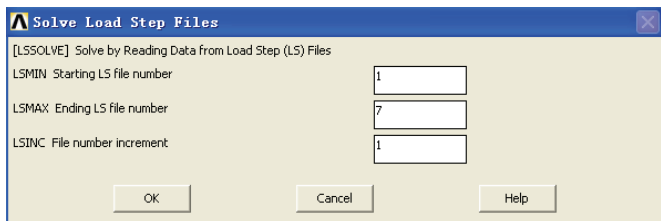

图 5-72 根据载荷步文件进行求解对话框
31) 选择 Main Menu | Solution | Solve | From LS Files 命令, 出现 Solve Load Step Files 对话框, 在 LSMIN Starting LS file number 输入栏中输入 1, 在 LSMAX Ending LS file number 输入栏中输入 7, 在 LSINC File number increment 输入栏中输入 1, 如图 5-72 所示, 单击 OK 按钮关闭该对话框。